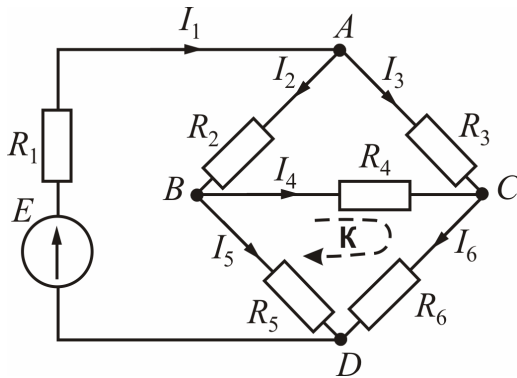
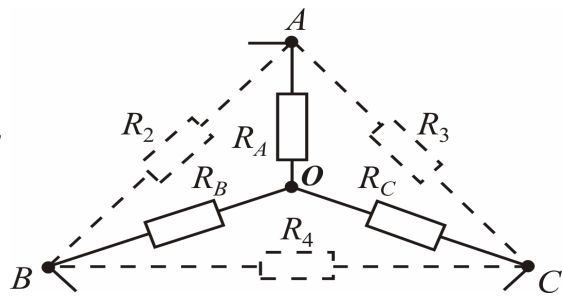

Рисунок 1.5
Рисунок 1.6
В електричне коло за рис. 1.5 джерело ЕРС  $E$  увімкнено в вітку  $D-A$ . Напрямок ЕРС від вузла  $D$  до вузла  $A$ . Параметри елементів кола:  $E = 60$  В;  $R_1 = 8$  Ом;  $R_2 = 10$  Ом;  $R_3 = 20$  Ом;  $R_4 = 15$  Ом;  $R_5 = 7$  Ом;  $R_6 = 9$  Ом.
**Розв’язання.** Попередньо виберемо позитивні напрями струмів у вітках кола, як це показано на рис. 1.5. Якщо напрям струму буде іншим ніж той, що ми обрали, тоді при розв’язанні задачі виникне знак «-».
Для розв’язання задачі використовуємо перетворення, наприклад, трьох опорів  $R_2$ ,  $R_3$  і  $R_4$ , які з’єднані “трикутником” між вузлами  $A$ ,  $B$  і  $C$  (рис. 1.5), в еквівалентну “зірку” з опорами  $R_A$ ,  $R_B$  і  $R_C$  та центральним вузлом  $O$  (рис. 1.6).
За другим законом Кірхгофа для контуру  $K$  (рис. 1.5) при його обході за рухом годинникової стрілки складаємо рівняння
За першим законом Кірхгофа для струмів віток, які з'єднуються в вузлі  $B$  (рис. 1.5), маємо рівняння  $I_2 - I_4 - I_5 = 0;$
Рівняння балансу потужностей кола за рис. 1.5
За першим законом Кірхгофа для вузлів  $C$ ,  $A$  і  $B$  схеми за рис.1.5 визначаємо струми  $I_4$ ,  $I_2$  та  $I_5$ :